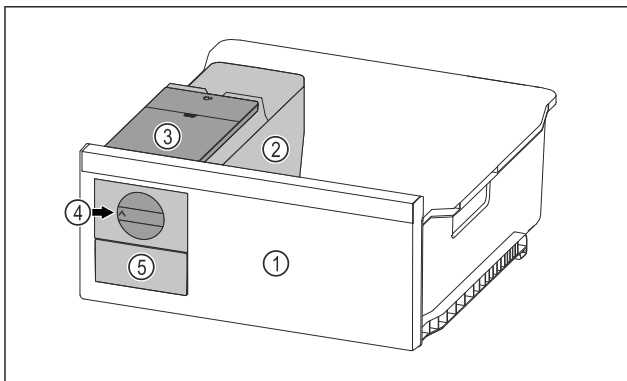

Fig. 88 Beispielhafte Darstellung
- ▶ Drehknopf *Fig. 88 (4)* im Uhrzeigersinn bis zum Anschlag drehen.
- ▷ Eiswürfel fallen aus der Eiswürfelschale in das Eiswürfelschubfach *Fig. 88 (5)*.